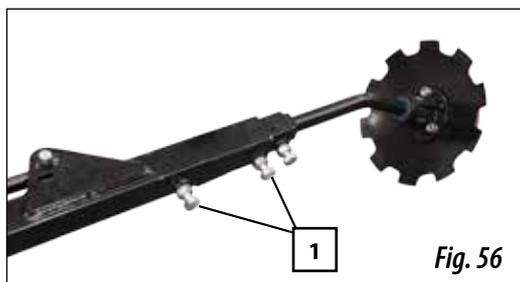

Fig. 56
- 1- Aflojar los 2 tornillos (1, Fig. 56).
- 3- Fijar los 2 tornillos (1, fig. 56) al finalizar esta operación.